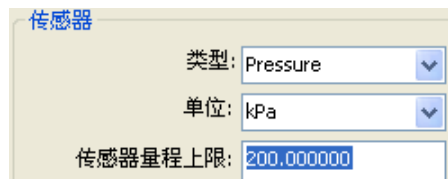

图 5.59 传感器量程上限选择
1. 选择“详细设计”->“传感器”->“传感器量程上限”对应的下拉框中，如图 5.59 所示：